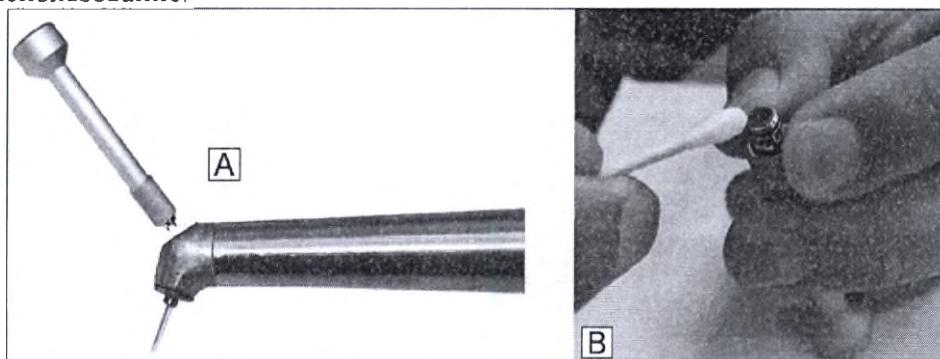

Рисунок 12.1: Очистка зеркала наконечника
1. Используйте специальный инструмент (инструмент для разборки наконечника) для удаления резьбовой крышки зеркала и зеркала из наконечника (Рисунок 12.1.А).
3. Очистите зеркало 90% спиртом, и протрите поверхности зеркала специальной палочкой до очищения (Рисунок 12.1.В).